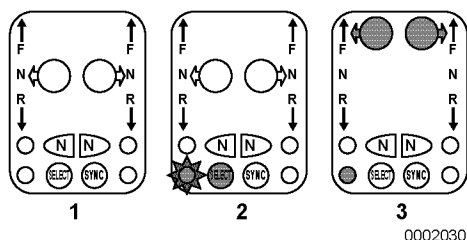

Figura 12
1. **(Figura 12, (1))** se muestra un puesto inactivo.
2. Presione el botón SELECT **(Figura 12, (2))**. El botón se ilumina (en gris en **Figura 12**) y el indicador de puesto seleccionado parpadea (estrella alrededor del indicador en **(Figura 12)**).
3. Mueva la palanca o palancas para abrir gas adelante ("F") o atrás ("R") hasta que su posición coincida con la del puesto activo **(Figura 12, (3))**. La luz del botón de la palanca correspondiente se ilumina de forma fija (en gris en la **(Figura 12, (3))**) y el indicador de puesto seleccionado se ilumina de forma fija (en gris en la **(Figura 12, (3))**).